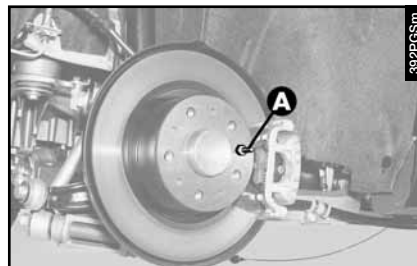
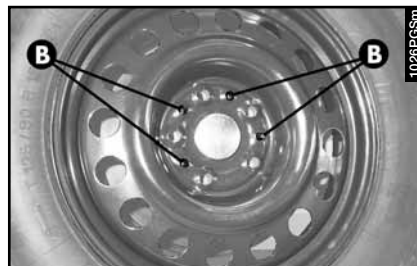

fig. 10
fig. 11
– Monte la rueda de repuesto haciendo coincidir el perno (**A-fig. 10**) del buje con uno de los orificios (**B-fig. 11**) de la rueda.
— Montar la minirrueda o la rueda de repuesto haciendo coincidir el perno (A-fig. 10) del buje con uno de los orificios (B-fig. 11) de la rueda.
– Montar la rueda haciendo coincidir el perno (**A-fig. 10**) del buje con uno de los orificios (**B-fig. 11**) de la rueda.